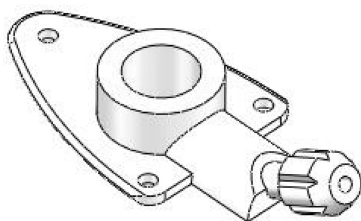

图 3-121 摇柄零件
- 设置圆角半径为1.5mm,单击【确定】按钮,完成整个摇柄零件的创建,如图3-121所示。